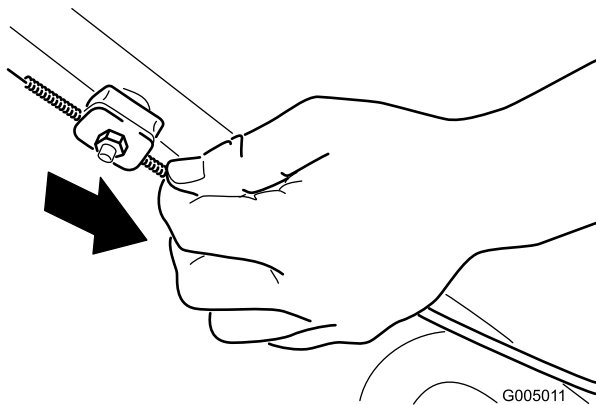

**Рисунок 21**
1. Ослабьте гайку держателя троса (Рисунок 21).